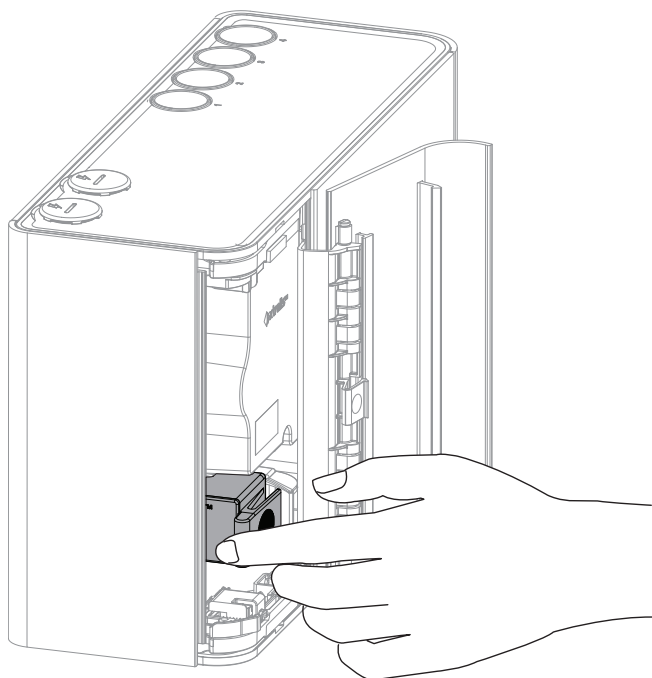

Рис. 7-6: Установите новый фильтр
4. Плотно прижмите, как показано на Рис. 7-6 так, чтобы фильтр издал отчетливый щелчок и был прочно зафиксирован в одном положении.